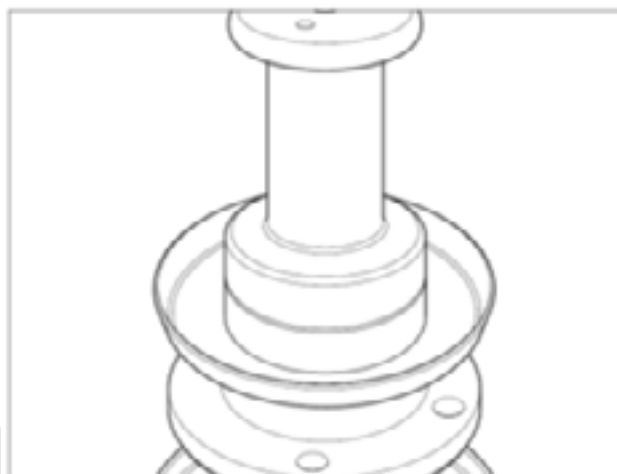

Fig. 2.8
1. Quando aplicável, use uma prensa e uma luva de tamanho adequado para instalar o protetor contra poeira (defletor) no flange do cardan (Fig. 2.8).